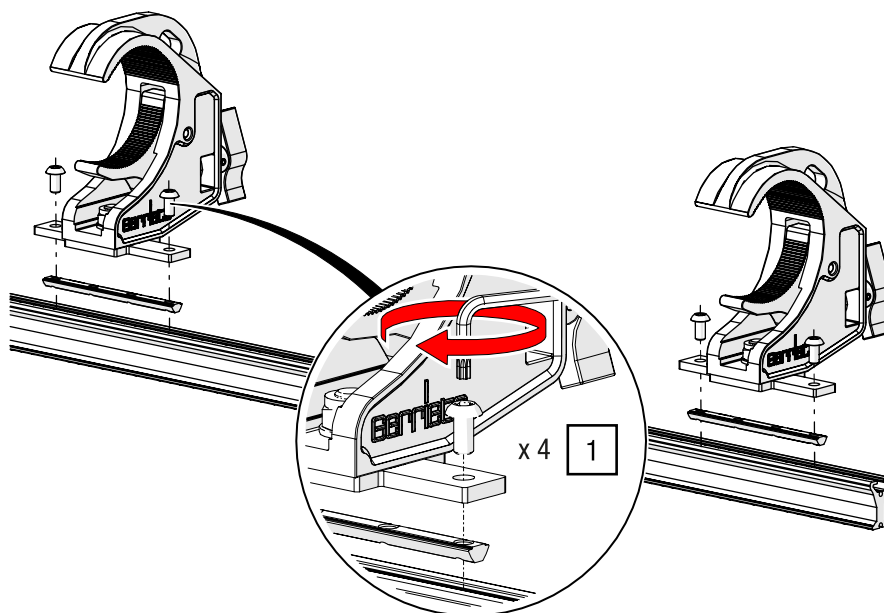

Abb. 44: G-CLAMP direkt – Montage mit Nutenstein
1. Montieren Sie die G-CLAMP mit einem 4-fach-Nutenstein und einem TORX®-Schlüssel T25 an der Schiene (siehe Abb. 44).